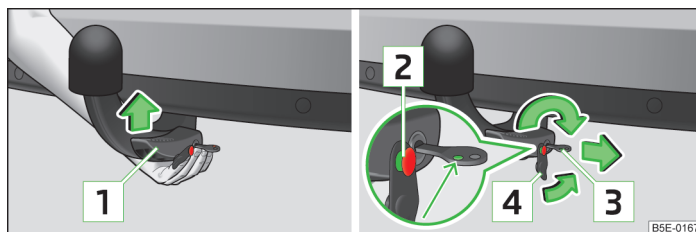

Fig. 139 Colocar la barra de cabeza esférica / bloquear el cierre y poner la tapa de cerradura.
- Agarrar la barra de cabeza esférica **desde abajo** » fig. 139 y encajar en la cavidad del alojamiento hasta que encastre de forma audible » **!**.